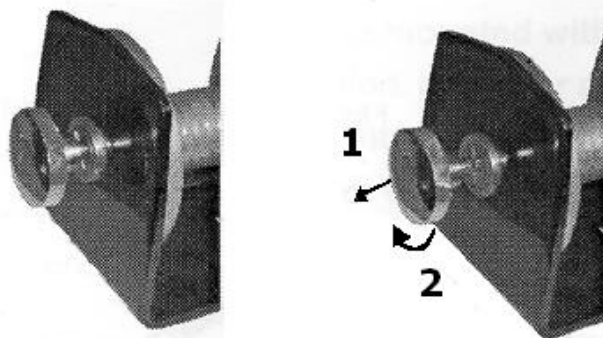

Abb. 7
- Ziehen und drehen Sie den Sicherungsknopf (17) in die Freilaufposition (Abb. 7).